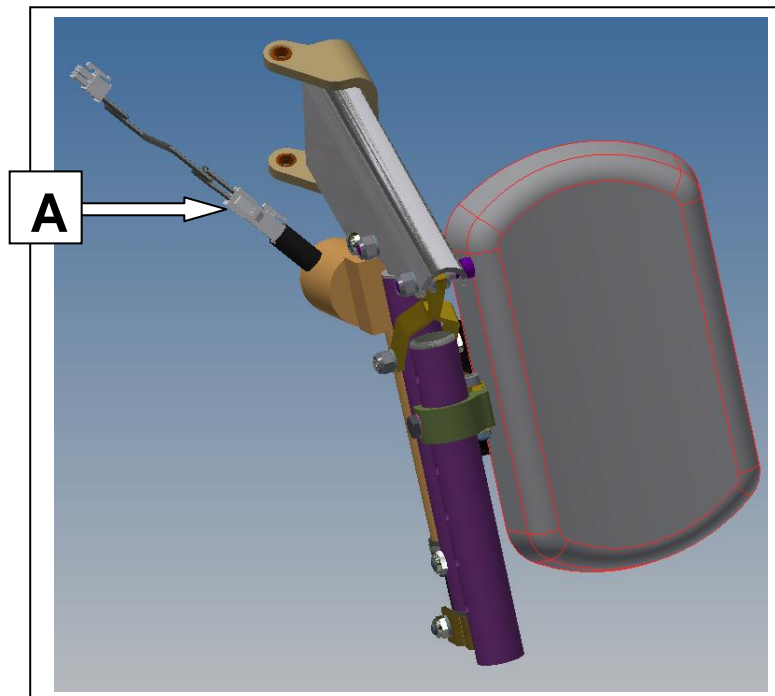

Figure 31-A: Appuie-jambe élévateur motorisé.
- 2- Lors de la remise en place de l'appuie-jambe motorisé, ne pas oublier de brancher à nouveau le connecteur d'alimentation (**A**) (voir; figure 31-A).